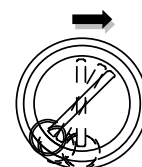

図 4
- ④ エンジンのキー穴にキーを入れ、「ON」(始動) 方向いっぱいにしてセルスターターを回転させ始動させてください。(図 4)